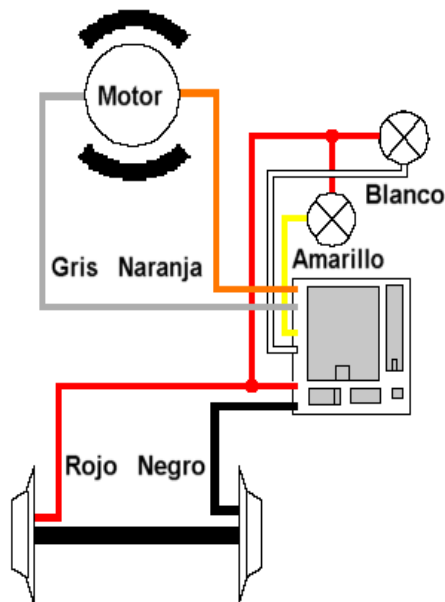
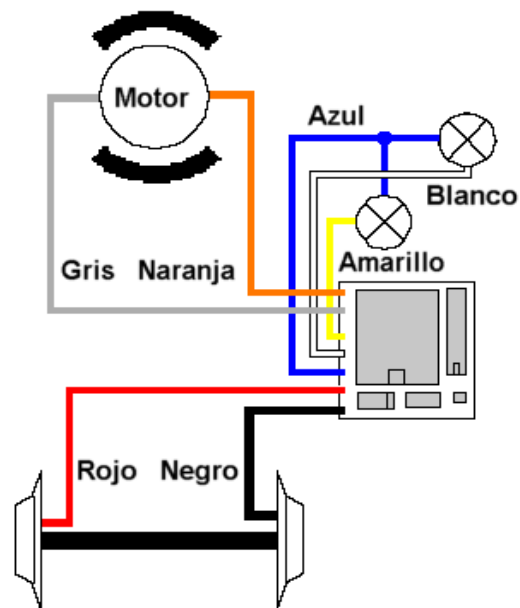

Figura 1: Alambrado del LE077XF utilizando la masa de la vía
Figura 2: Alambrado del LE077XF utilizando una masa flotante.
Hay dos opciones de instalación eléctrica para instalar el LE077XF, dependiendo de cómo se haya construido la locomotora. Las funciones del faro de locomotora direccionales podrían conectarse con su masa al voltaje de la vía así descrito en Figura 1, o, usar la masa de las salidas de función así descrito en la figura 2. También es posible una mezcla de ambas opciones. Observe que se soportan tanto la regla 17 como la tradicional inversión de las luces según el sentido de marcha.
Si las bombillas para los faros de locomotora direccionales están flotando (aisladas de los frotadores de las ruedas y del chasis) e hizo la conexión de la figura 2, brillarán con más intensidad comparando con la opción mostrada en la figurar 1. Además, los faros de locomotora direccionales funcionarán también operando en los diseños de corriente continua (DC) convencionales.